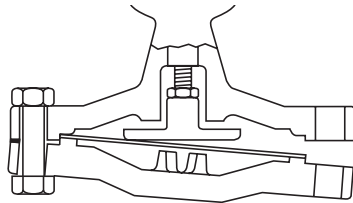

Abb. 10
2. Lösen Sie die lange Überwurfmutter (32), und ziehen Sie sie ab.
3. Lösen Sie die M12-Muttern und -Schrauben (23), und lassen Sie die untere Membrankammer (22), die beiden Edelstahlmembranen (24) und den Stößel-Satz (25, 26, 30) ab.
5. Bringen Sie die Hauptmembranplatte und den Stößel-Satz wieder an, und befestigen Sie die untere Membrankammer lose wieder an den beiden Schrauben auf beiden Seiten der Überwurfverbindung (siehe Abbildung 10), so dass sich der Zapfen in der Aussparung befindet. Stellen Sie außerdem sicher, dass die Edelstahl-Anschlussleitung in ihrer Halterung sitzt.
6. Bringen Sie die beiden Hauptmembranen zusammen, und schieben Sie sie in ihre Position, indem Sie zuerst die Membranplatte nach oben schieben, um Abstand zu schaffen (siehe Abbildung 10).